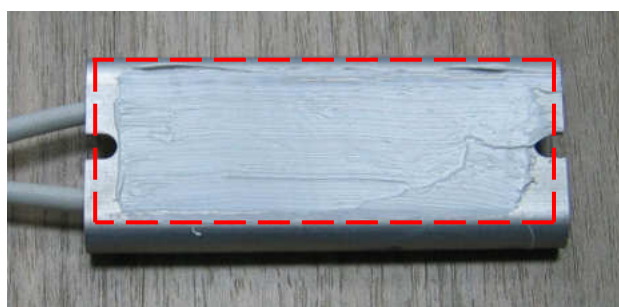

Рис.7.9
7.5.2. Нанести на нижнюю поверхность корпуса **резистора предзаряда** тонкий слой теплопроводного компаунда (рис.7.9).